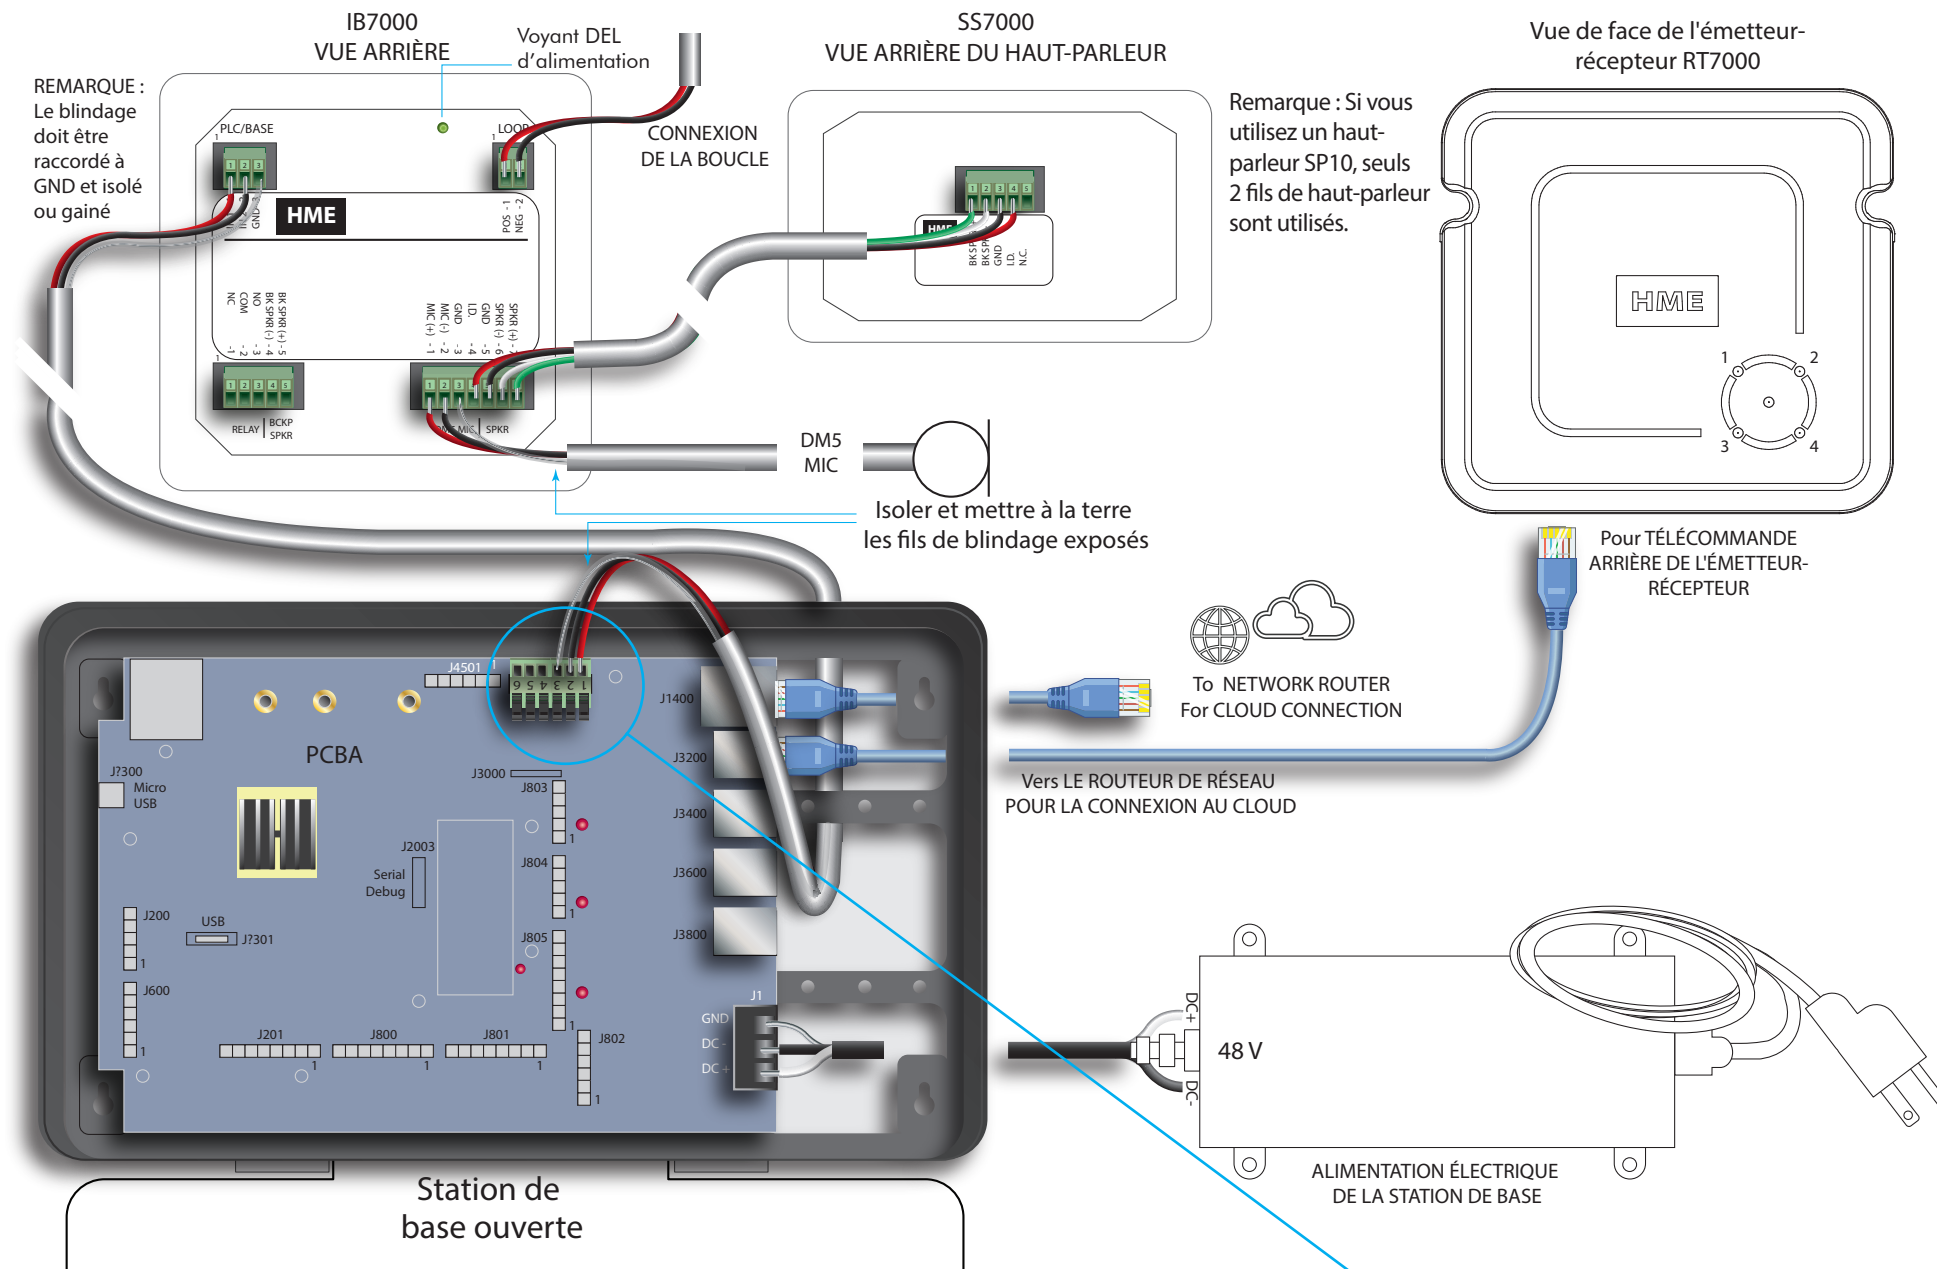

Fig. 2.3
- 6 Installez les autres composants. Le micro DM5 et le haut-parleur SS7000, ou le haut-parleur SP10, doivent être installés à l'aide du boîtier d'interface IB7000. Utilisez la Fig. 2.3 comme référence de câblage et consultez les « Notes sur les composants » à la page 3.
La figure 2.3 montre les connexions d'un service à l'auto à une seule voie.